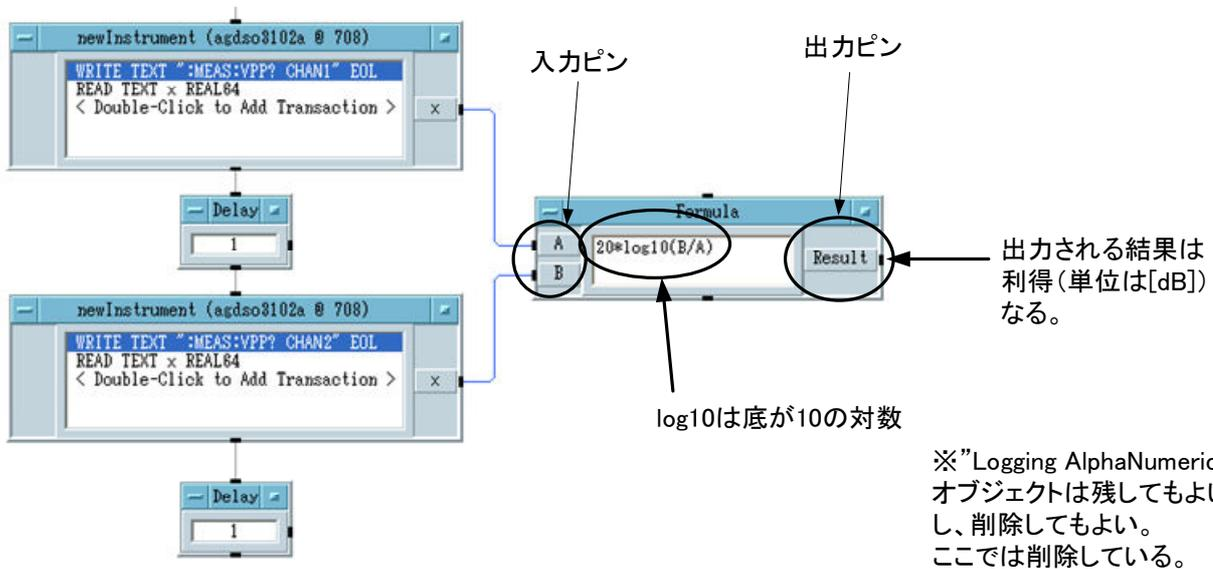

図6-15 オシロスコープの2チャンネル分の測定
- (2) オシロスコープのチャンネル1とチャンネル2の測定は図6-15のようにして行うこと。測定に必要な時間を考慮して"Delay"オブジェクトを入れている。
- (3) 両者の結果は"Formula"オブジェクトにより演算を行う。"Formula"オブジェクトは[Device]→[Formula]より呼び出す。